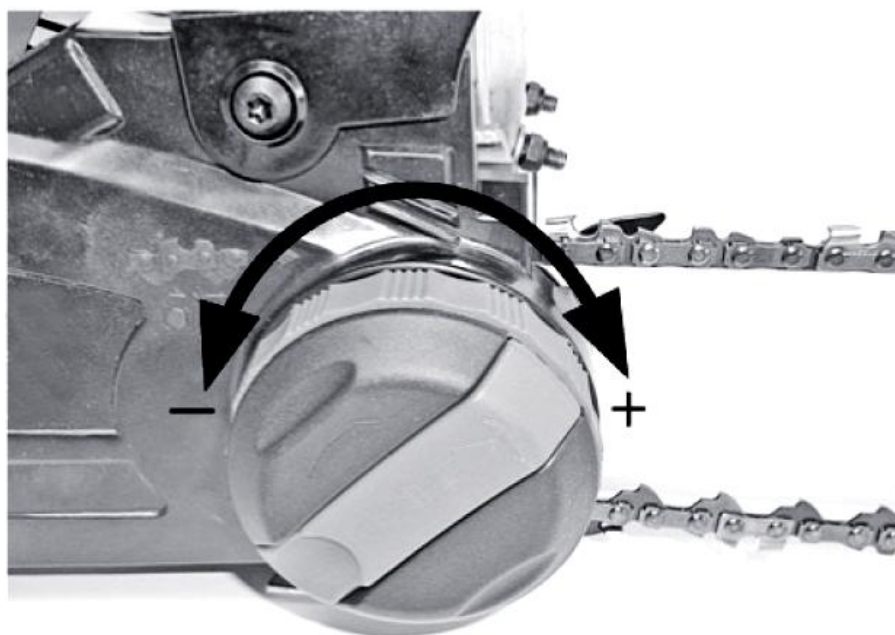

Рис. 8
10. Отрегулируйте натяжение цепи с помощью вращения регулировочного диска (см. Рис. 8).